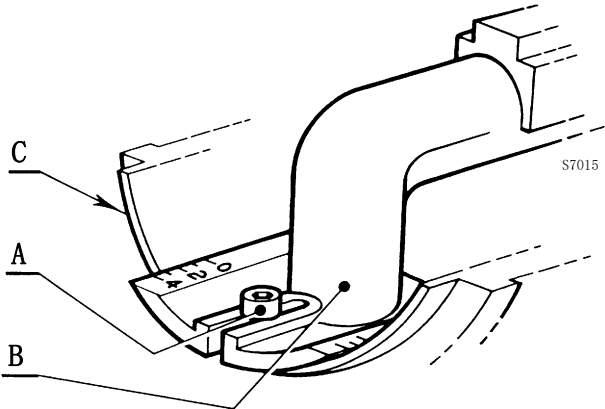

图 12
- 拧松螺钉 A) (图 12)，取下弯管 B)，以使联轴器 (C) 的后板与设置点重合；